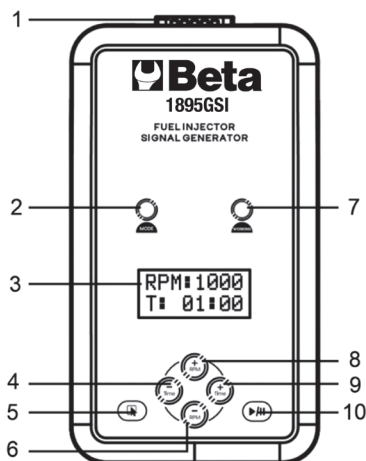

Fig. 1
- Selezionare la velocità di rotazione simulata desiderata, premendo i pulsanti "+" (8 Fig. 1) e "-" (6 Fig. 1).
- Impostare la durata del processo premendo i pulsanti "+" (9 Fig. 1) e "-" (4 Fig. 1) per.